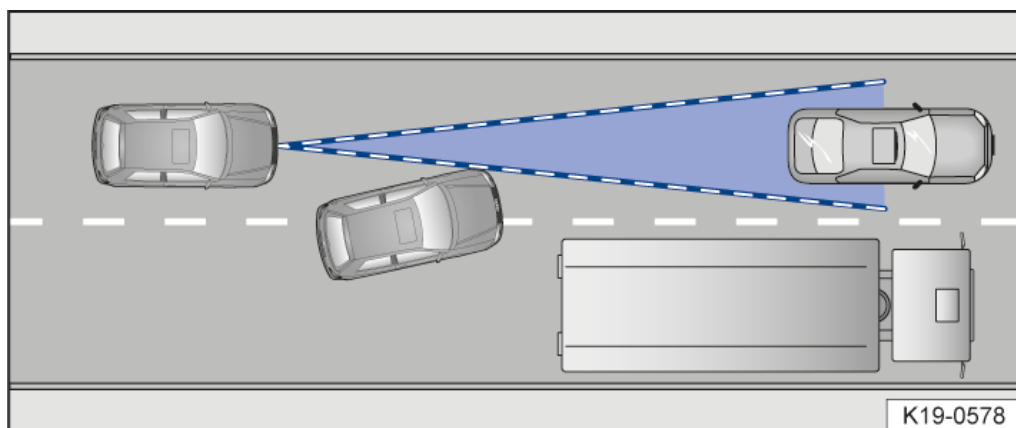

Abb. 4 Fahrspurwechsel.
- Fahrzeuge, die unmittelbar vor dem eigenen Fahrzeug auf die eigene Fahrspur wechseln → Abb. 4.